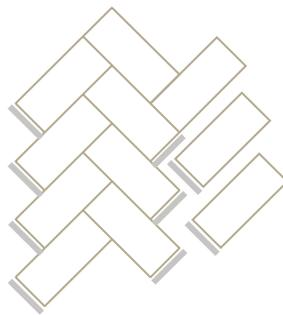

Abb. 6: Die Dielen werden zusammengedrückt. Einsetzen einer losen Feder in die Endnut.
3. Eine lose Feder wird in die Endnut aller verklebten Dielen sowie in die Endnut aller neuen Dielen eingesetzt. Keine Stöße zwischen Dielen ohne Nut/Feder-Verbindung. Die Feder darf nicht geklebt werden. Zu dünne oder allzu stramme Federn aussortieren. Siehe Abb. 6.
4. Die nächste Reihe wird verklebt. Legen Sie die Dielen so dicht wie möglich an die Nachbardielen an. Drücken Sie die Diele fest und gegen die Nachbardielen oder den vorläufigen Abstandskeil, um zu vermeiden, dass Kleber aus der Nut/Feder-Verbindung austritt. Siehe Abb. 6.